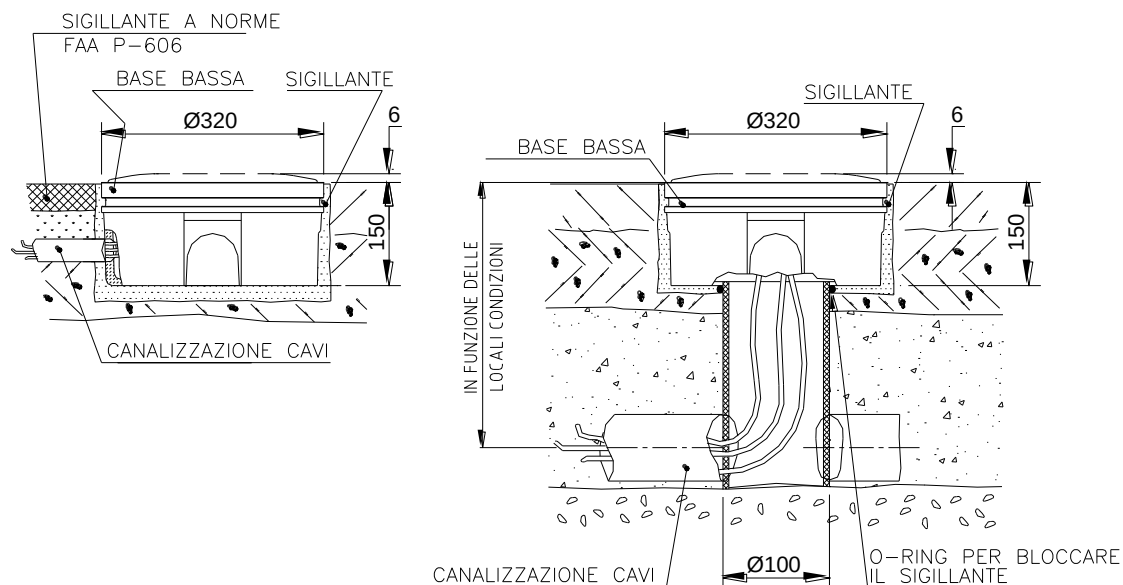

Figura 16 – Base da 12” per canalizzazione laterale o dal fondo (metodo B)
- ▣ Metodo “B” – posando i cavi all’interno di canalizzazioni (Figura 15 e Figura 16)